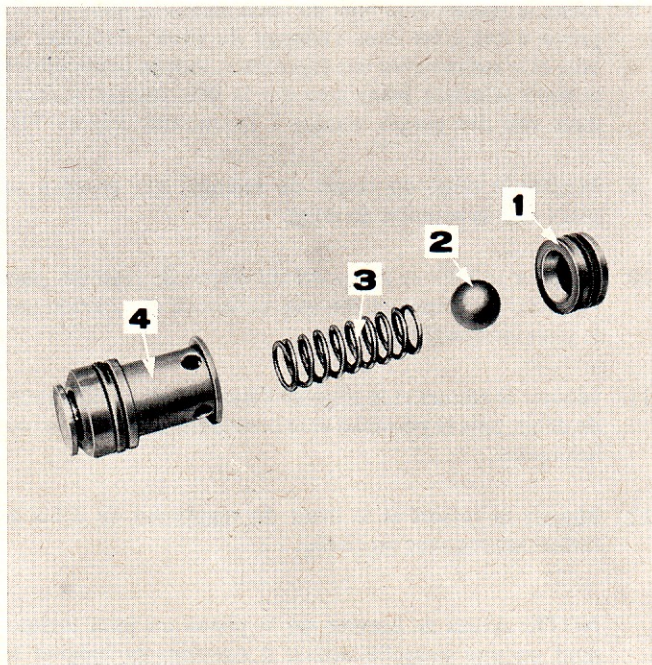

Figure 72: Vue éclatée du clapet de retenue
10. Installer la bille et le ressort du clapet de retenue, puis l'arrêt du clapet de retenue, maintenu en position par le joint torique (Figure 72).